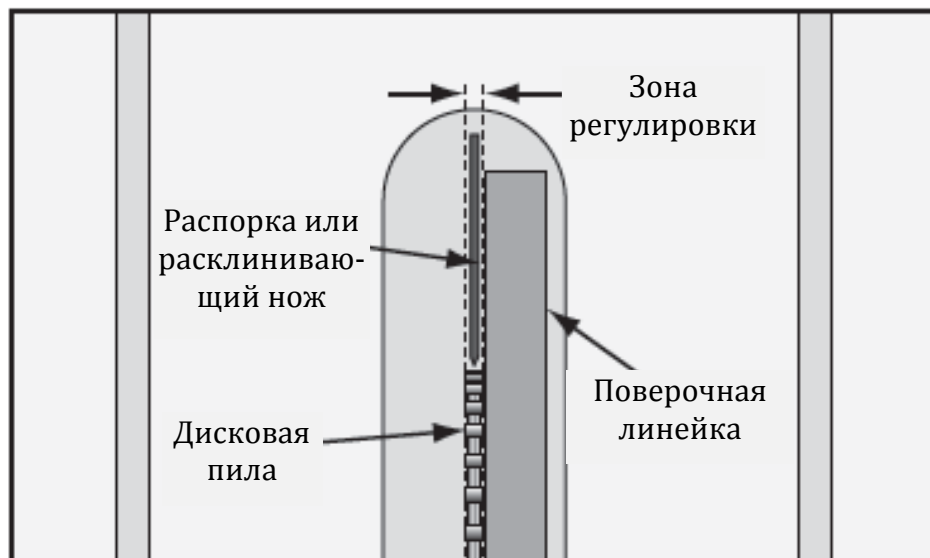

Рис. 37. Зона регулировки распорки или расклинивающего ножа
8. При подъёме правой противоотбрасывающей собачки распорки приставить поверочную линейку к диску пилы и распорке, проверить, чтобы поверочная линейка не касалась зубьев пилы. При правильной наладке распорка или расклинивающий нож будут находиться в зоне регулировки, показанной на рис. 37, и будет параллельна диску пилы.